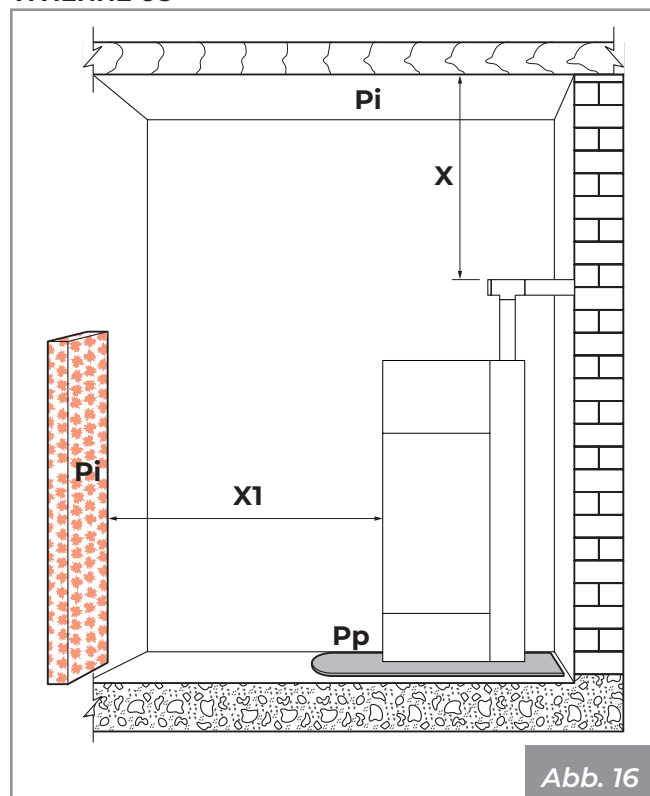
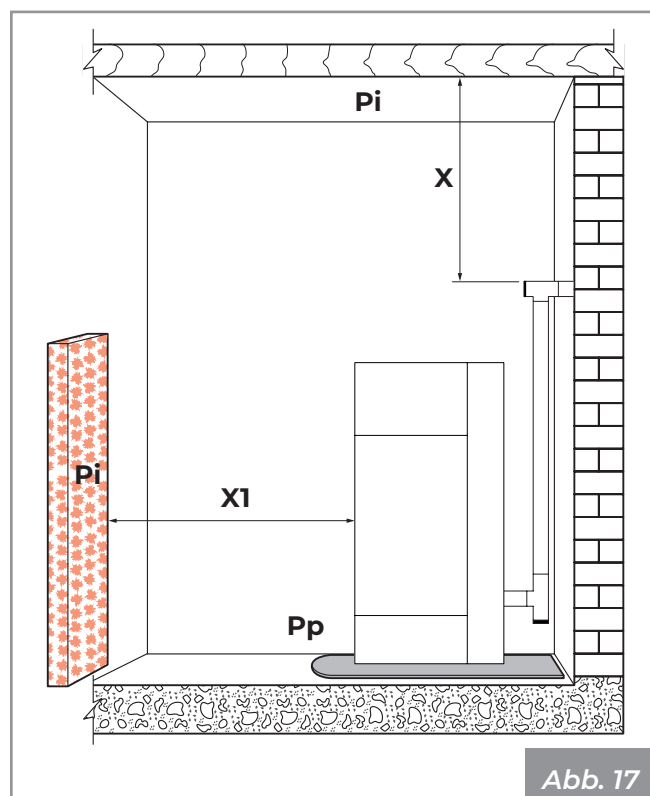

Abb. 16
Abb. 17
Immer daran denken, den Mindestabstand zu entzündlichem Materialien einzuhalten (X), der auf dem Typenschild der für die Erstellung des Kamins verwendeten Rohre angegeben ist (Abb. 16 - Abb. 17).